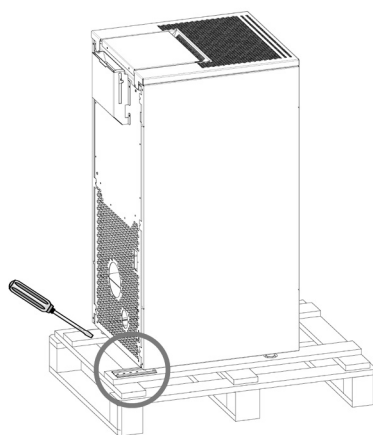

Fig. 1 - Retrait des étriers
- Retirer les étriers qui bloquent les pieds du poêle (voir Fig. 1).